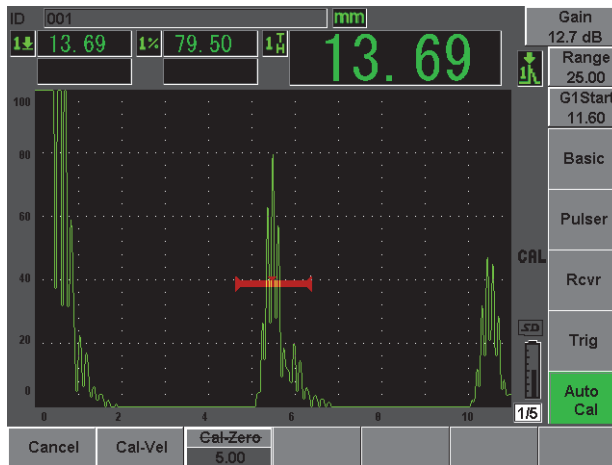

Figura 2-15 Porta 1 inicial
11. Faça com que a indicação fique em 80% da altura da tela cheia usando a função **(AUTO XX%)** [veja Figura 2-15 na página 46].